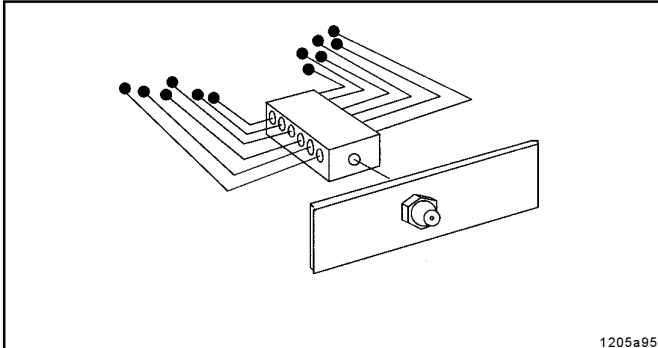

Abb.5: Zentraler Schmierpunkt
- QUICKLUB - Progressiv - Verteiler bieten die Möglichkeit, mehrere Schmierstellen an einer Maschine auf einen oder auf mehrere zentrale Abschmierpunkte zu reduzieren, wie hier in Abb. 5 als Grundkonzept gezeigt ist.